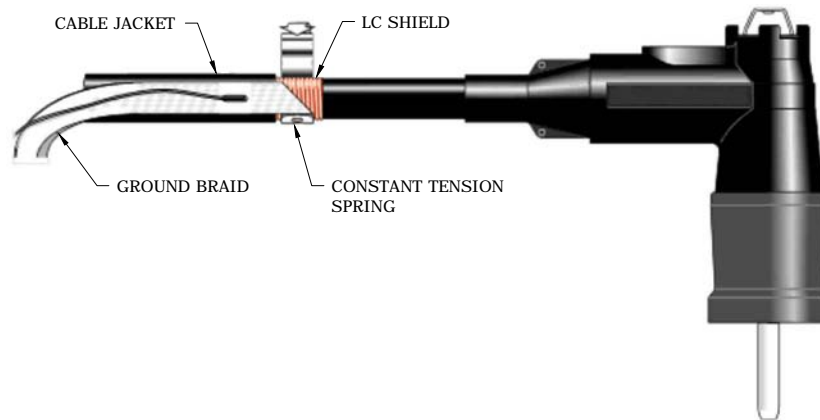

FIGURE 6
STEP 18: RUB THE EXPOSED PORTION OF THE LC SHIELD WITH 240 GRIT ALUMINUM OXIDE CLOTH IN ORDER TO REMOVE ANY SURFACE FILM THAT MIGHT BE PRESENT. (WIRE BRUSHING COULD DAMAGE THE LC SHIELD.) POSITION THE PREFORMED GROUND BRAID, (SEE TABLE 5) , WITH THE "U" SECTION OVER THE EXPOSED LC SHIELD WITH THE FOLDS FACING OUTWARD AND THE TWO TAILS EXTENDING ALONG THE CABLE JACKET. SEE FIGURE 6.
STEP 19: SECURE THE BRAID TO THE LC SHIELD BY WRAPPING A CONSTANT TENSION SPRING AROUND THE PORTION OF THE BRAID THAT IS POSITIONED OVER THE LC SHIELD AS SHOWN IN FIGURE 6. BE CERTAIN TO TWIST THE LAST WRAP OF THE SPRING TO INSURE THAT IT IS TIGHT.